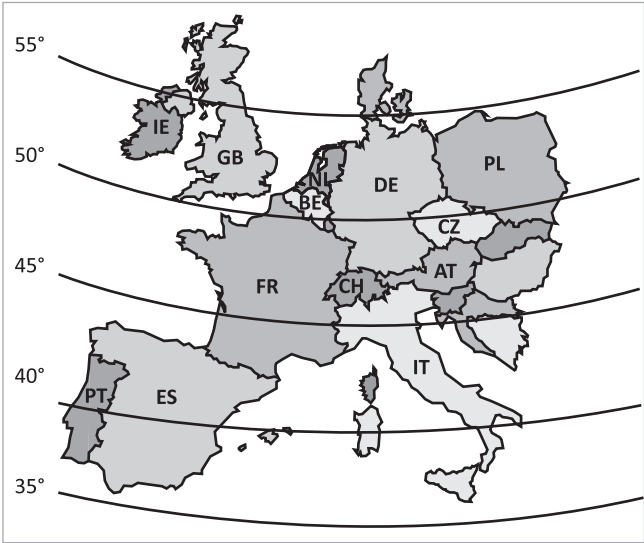

Fig. 4: Latitudes en Europa
- En la ➔ fig. 4 se puede leer la latitud del lugar de instalación.